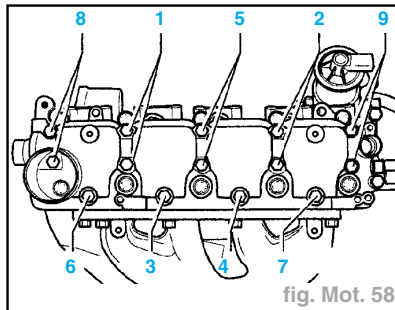

fig. Mot. 58
- Commencer par visser les boulons 1 et 2 alternativement et en diagonale et les serrer à **6 N.m** (fig. Mot. 58).